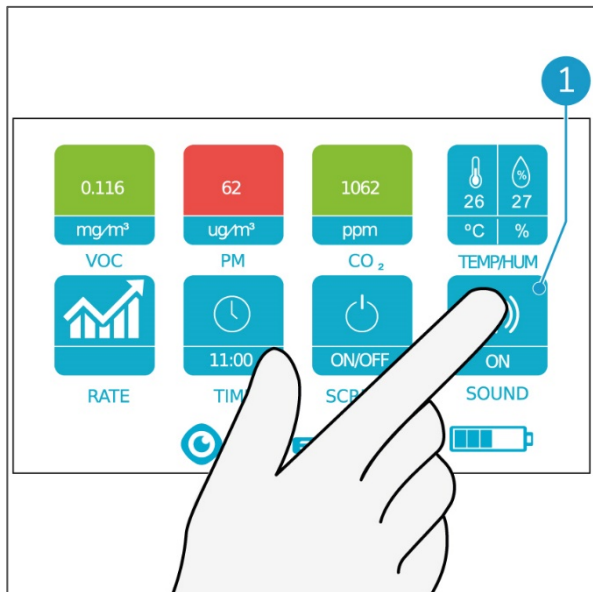

Figura 23
1. Toca con el dedo el botón SOUND (Figura 23, pos. 1) para activar o desactivar el sonido.